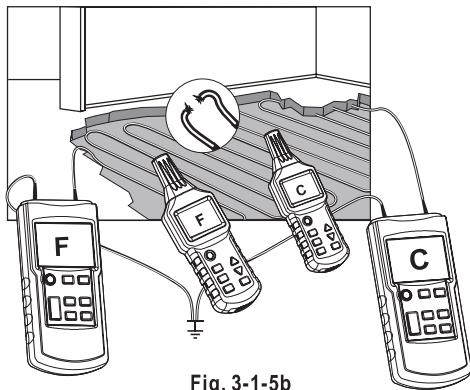

Fig. 3-1-5b
- Anslut båda sändarna (om två sändare används) enligt bild 3-1-5b.